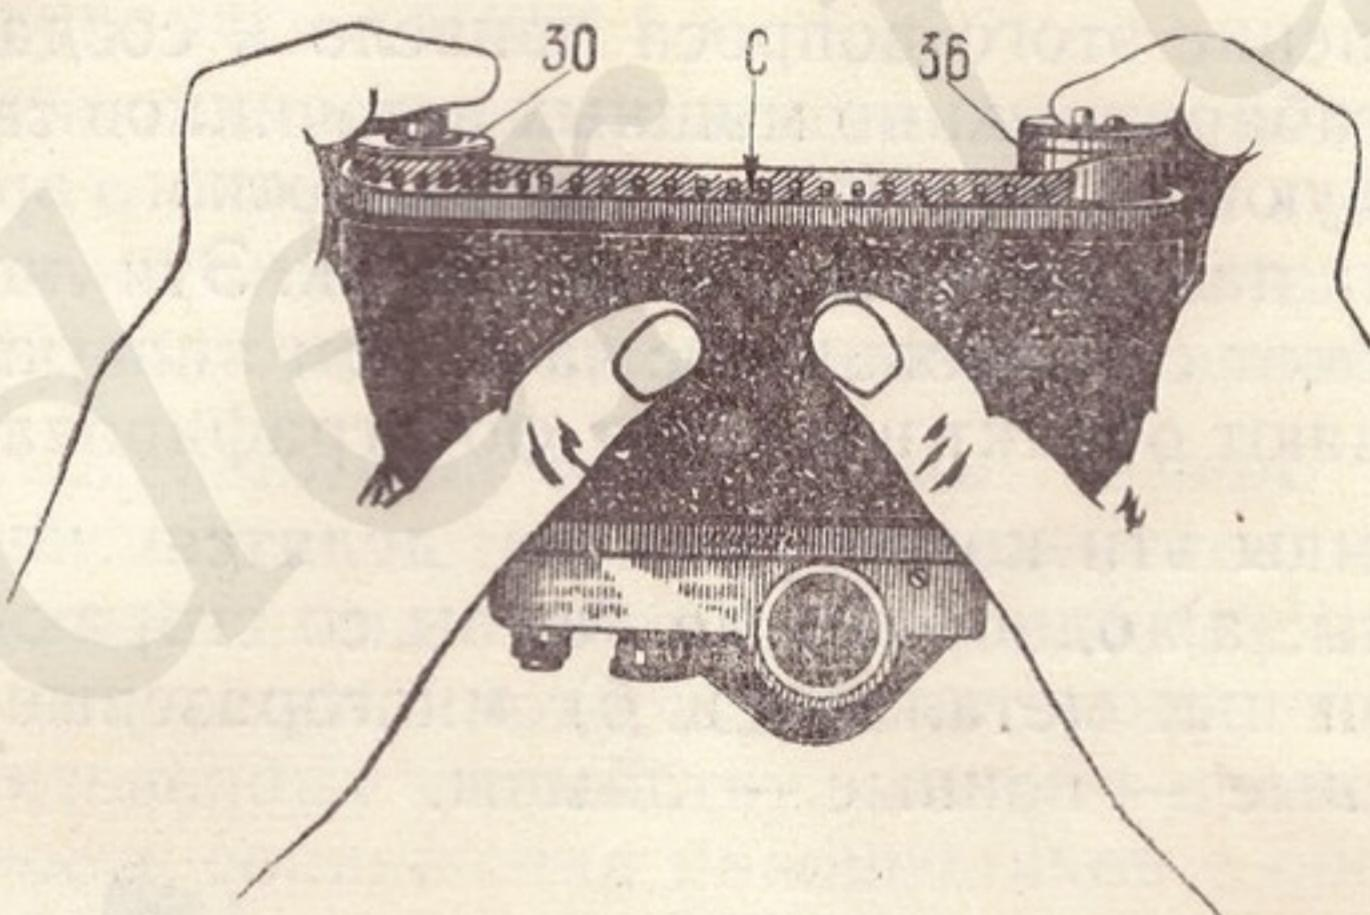

Рис. 10.
6. Открытую камеру поставьте объективом от себя и, придерживая пальцами, как показано на рис. 10, введите фотопленку в фильмовый канал «С», равномерно опуская катушку и кассету в гнезда.